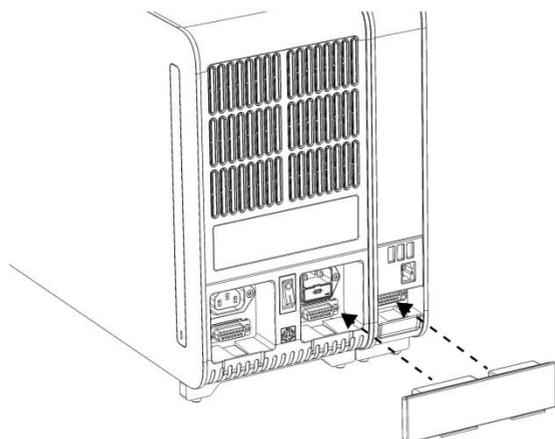

Figura 5. Collegamento del ponte moduli analitico/operativo.
5. Collegare il ponte moduli analitico/operativo sul retro del QIAstat-Dx Analyzer 1.0 per collegare tra loro i moduli operativo e analitico (Figura 5).